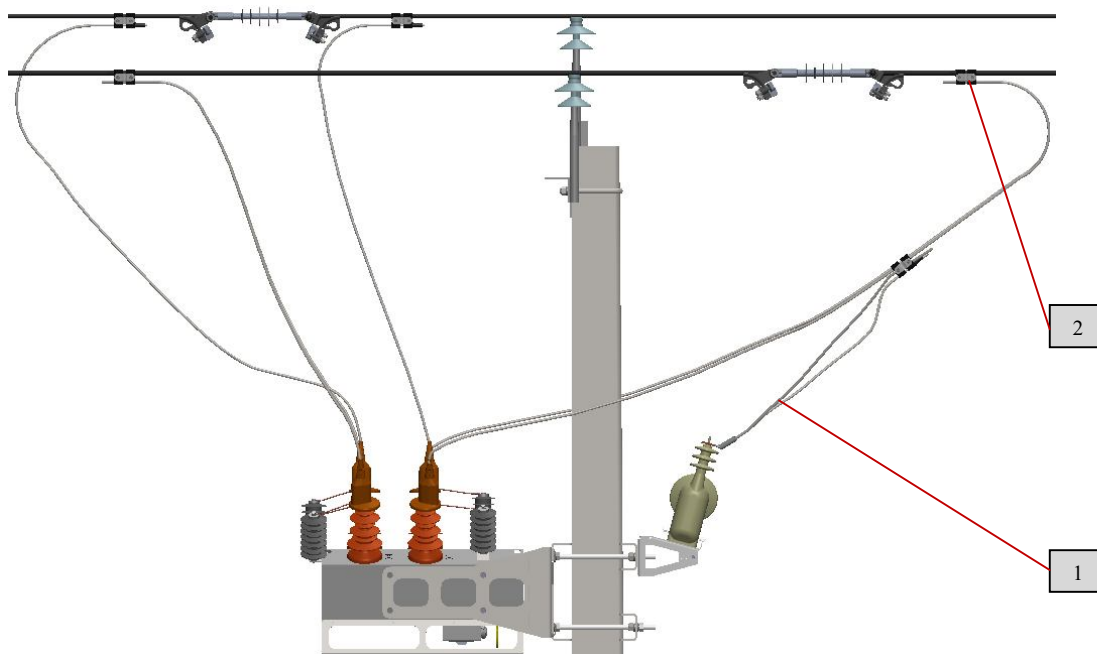

Рис. 39 Подключение ТСН
6. На линии подключение осуществить плашечным зажимом (рис.39).